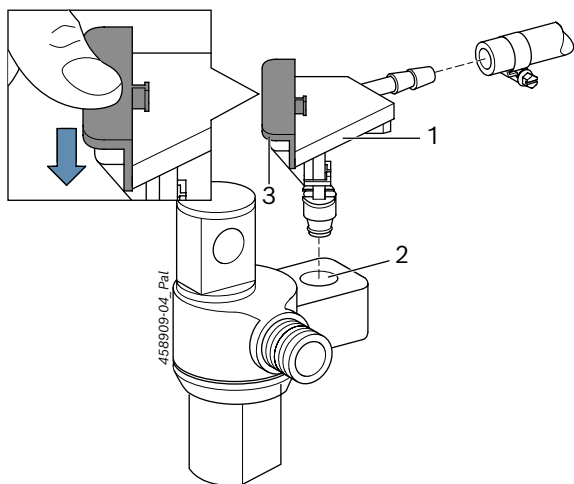

Fig. 4: Adaptador de retorno 1 683 356 138
El adaptador de retorno 1 683 356 138 (Fig. 4, pos. 1) conecta el retorno de Delphi CRI (Fig. 4, pos. 2) a través del tubo flexible 1 680 712 249 y del tubo flexible 1 680 712 289 con la conexión de comprobación para el caudal de retorno en EPS 200 / EPS 205.
i Presionando la solapa (Fig. 4, pos. 3) el adaptador de retorno está asegurado. Para retirarlo, tirar de la solapa hacia arriba y sacar el adaptador de retorno de la conexión de retorno.